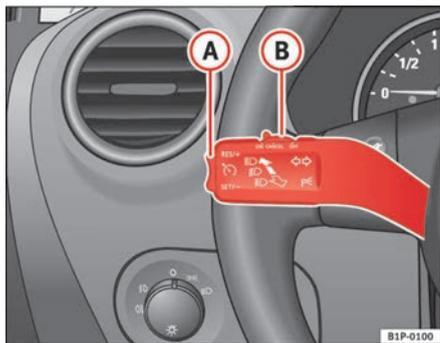

Fig. 127 Leva degli indicatori di direzione e degli abbaglianti: interruttore e tasto di comando del regolatore di velocità
- Quando il veicolo raggiunge la velocità che si vuole poi mantenere, premere sulla parte inferiore del tasto **SET/SET** ⇒ fig. 127 **A** una volta.